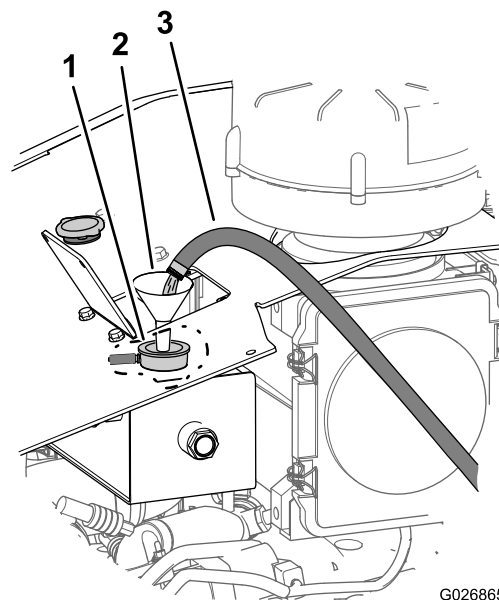

Figura 109
- A. Riempite di acqua pulita l'impianto di raffreddamento (Figura 109).